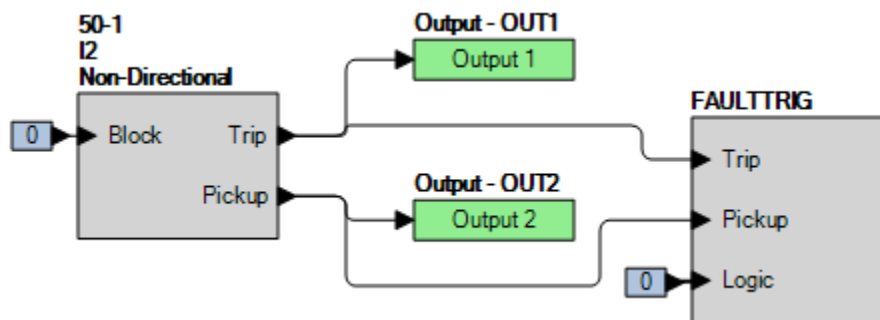

Figure 72-3. Paramètres BESTlogicPlus (mode I2)
Étape 2 : Utilisez *BESTCOMSPPlus* pour configurer la Logique programmable *BESTLogicPlus* illustrée dans la Figure 72-3.
Étape 4 : Préparez la surveillance de l'exécution de la fonction 50-1. Cette exécution peut être vérifiée en surveillant la sortie OUT2 (voir Figure 72-3).